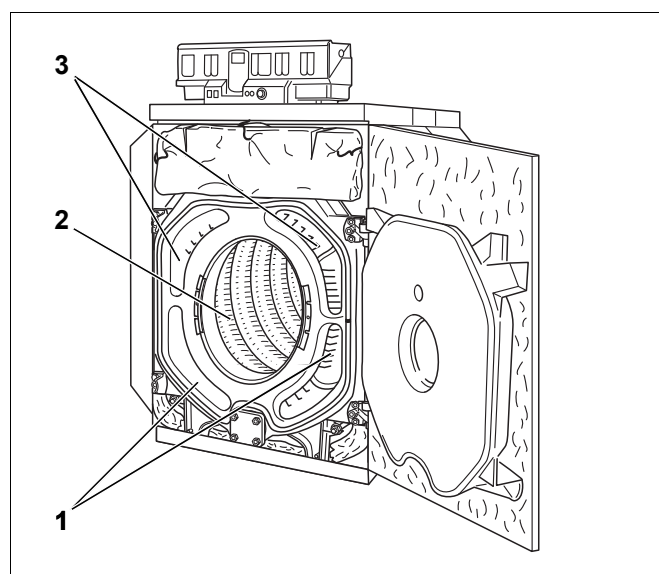

Рис. 74 Чистка газоотводящих каналов
- ▶ Газоотводящие каналы следует прочищать щётками 1 и 2 спереди назад (рис. 74, [1] и [3]).
- ▶ Остальные поверхности топочной камеры (рис. 74, [2]) чистят щёткой 2.